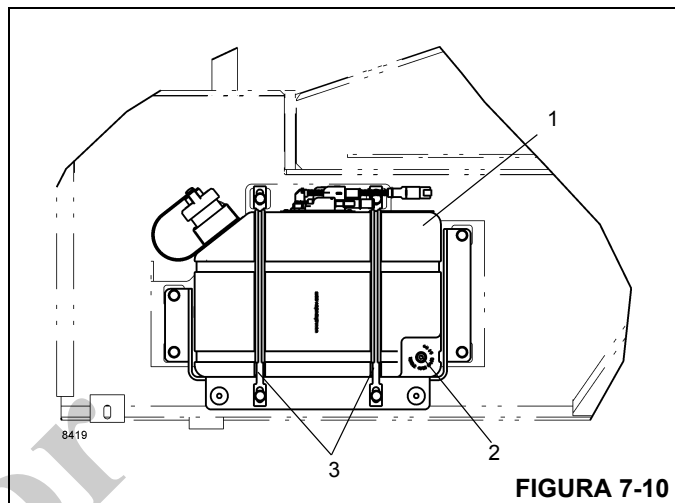

FIGURA 7-10
1. Vacíe el DEF en un envase adecuado (Figura 7-10). Vuelva a instalar el tapón de vaciado y apriete a 40-60 lb-pulg (4.5-6.8 Nm).